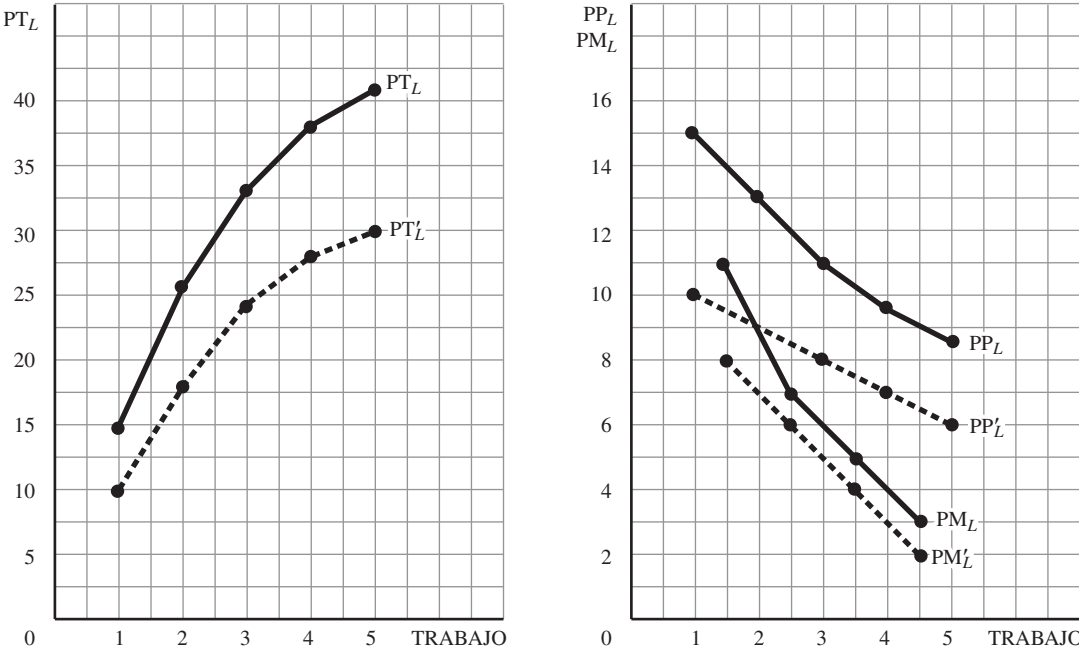

Figura 6-15
b) Vea la figura 6-15. Las curvas punteadas en la figura 6-15 son las funciones del problema 6.10 y se reproducen aquí para facilitar la consulta.
- c) Cuando la cantidad de tierra es constante en dos unidades en vez de una, todas las curvas se desplazan hacia arriba (las curvas continuas en comparación con las curvas correspondientes punteadas). Éste es un caso general (en la etapa II) debido a que cada unidad del factor variable tiene más del factor fijo con qué trabajar. Observe que los ejes horizontales en la figura 6-15 se refieren al número de unidades de trabajo utilizadas por unidad de tiempo, con dos unidades de tierra para las líneas continuas y con una para las punteadas.